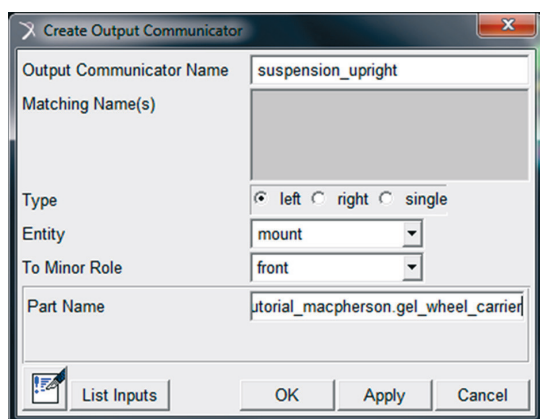

Figura 4.81 – Criação do *Communicator* “*suspension\_upright*”.
- Para criação do *communicator* “*suspension\_upright*”, preencha os campos da janela *Create Output Communicator*, conforme mostrado na Figura 4.81.